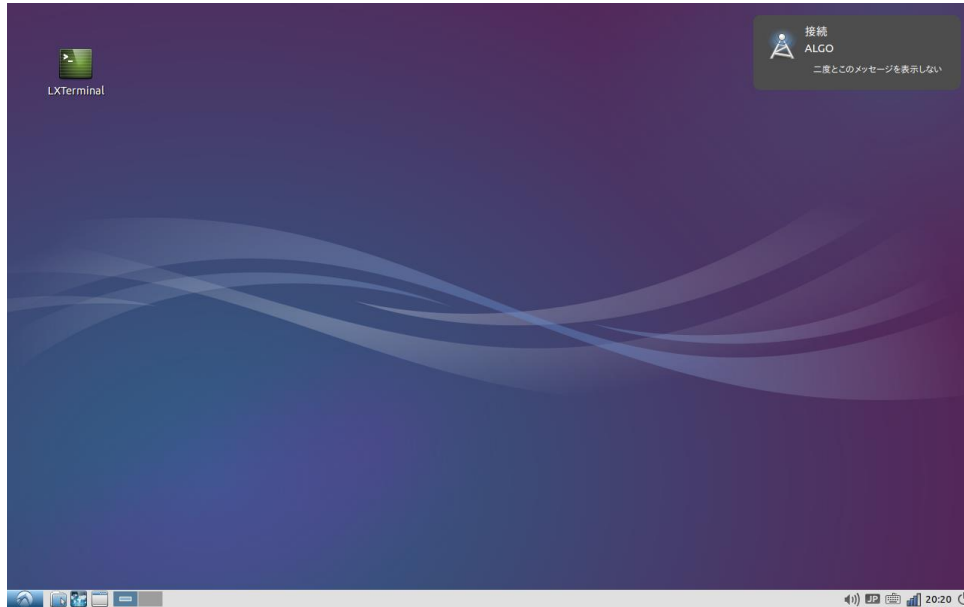

図 2-5-3. 接続成功
- ③接続に成功すると、図 2-5-3 のように、デスクトップ右下のネットワークアイコンがからに変化し、画面右上に接続成功の表示が現れます。(通信状況によってネットワークアイコンは変化します。)